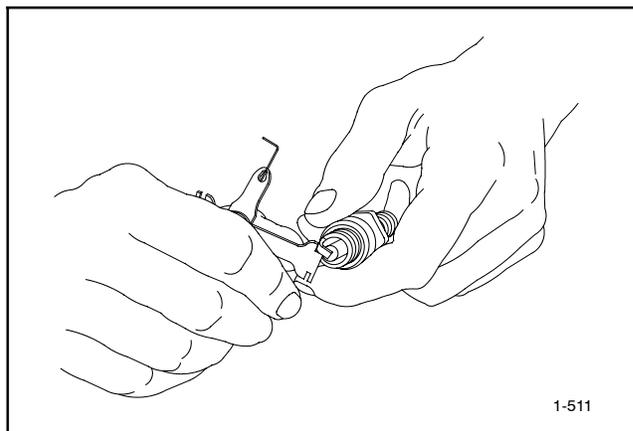

Figure 4-9 Réglage de l'écartement de la bougie
10. Utiliser un outil d'écartement pour rapprocher ou écarter l'électrode avec précaution de l'électrode centrale de manière à obtenir l'écartement correct. Voir Figure 4-9. Placer l'électrode latérale directement au-dessus de l'électrode centrale.